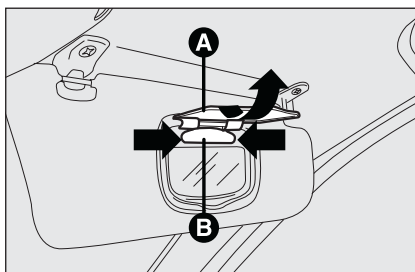

fig. 45
- ☐ aprire la copertura **A-fig. 45** dello specchietto;